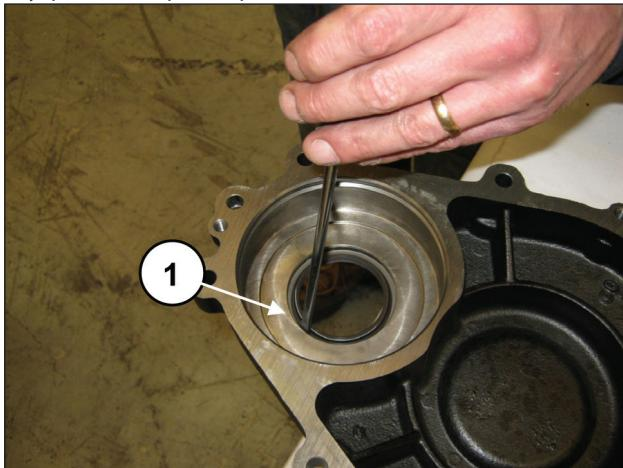

Рис. 11
Снимите сальник с крышки редуктора, воздействуя с внутренней стороны крышки (поз. ①, Рис. 11).